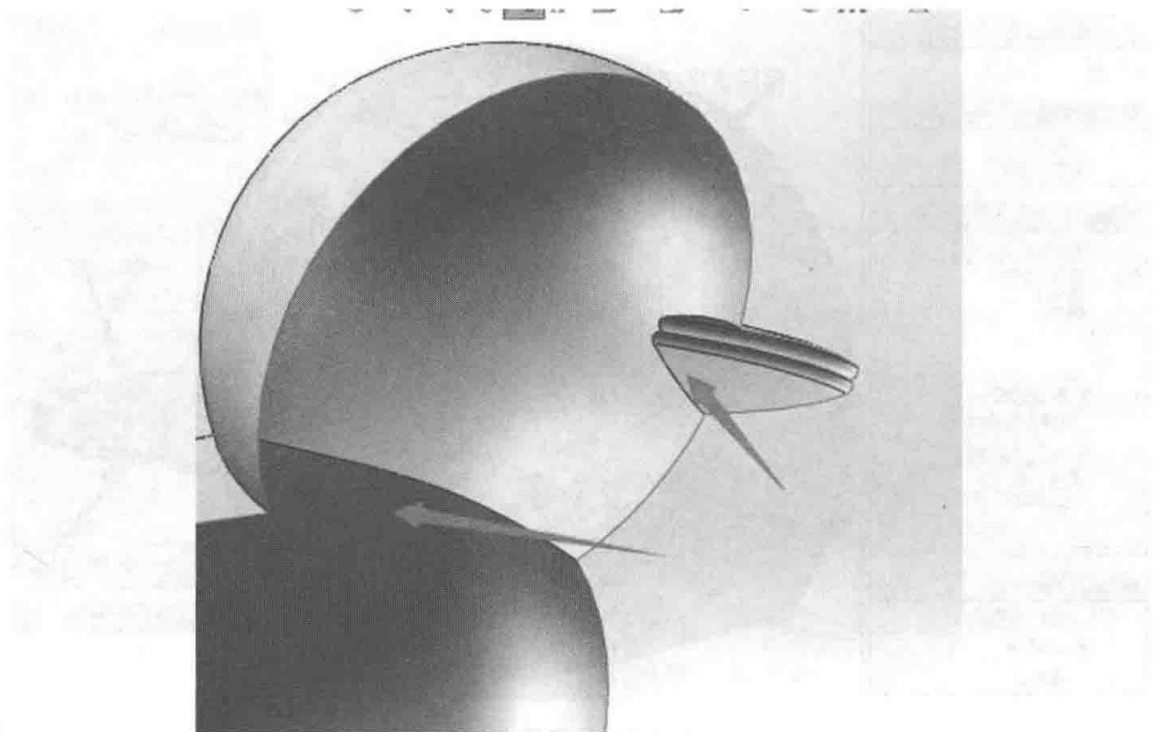

图 3-75 剪裁效果
(13) 使用剖视图（视图向导栏上点击“剖切符号”），观察是否达到剪裁结果，如图 3-75 所示。